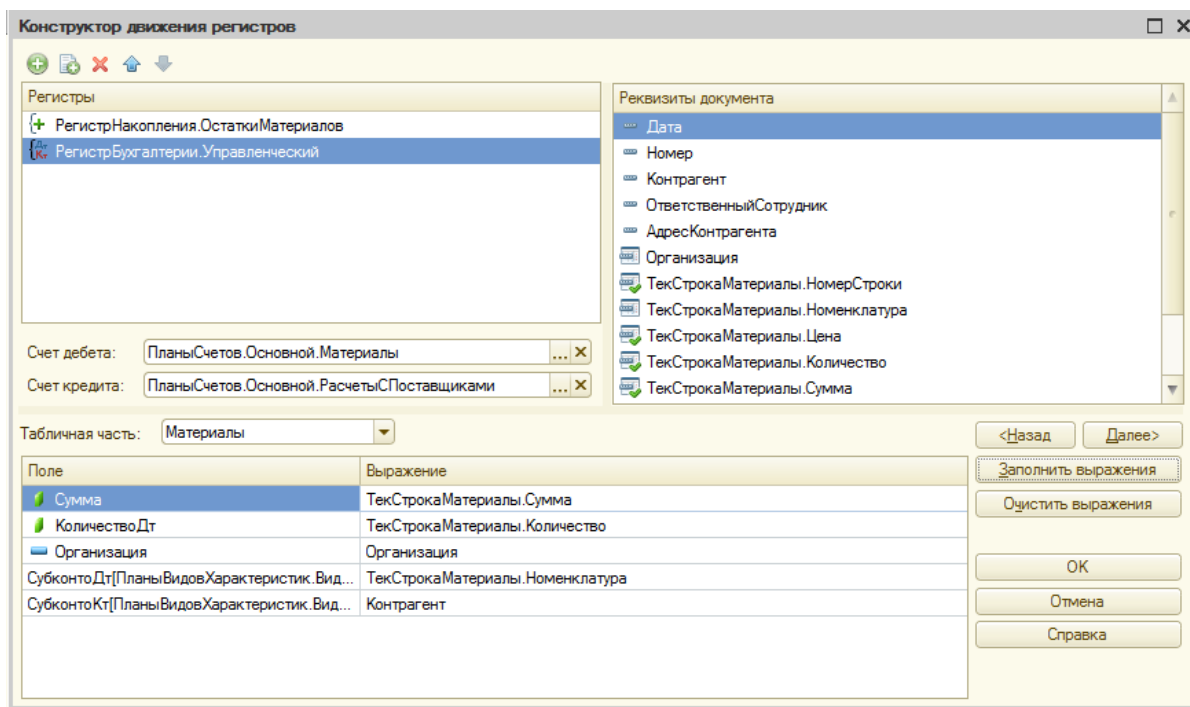

Рисунок 23.16 – Добавление регистра бухгалтерии
4.3 Заполняем данные окна для регистра бухгалтерии (рисунок 23.16)